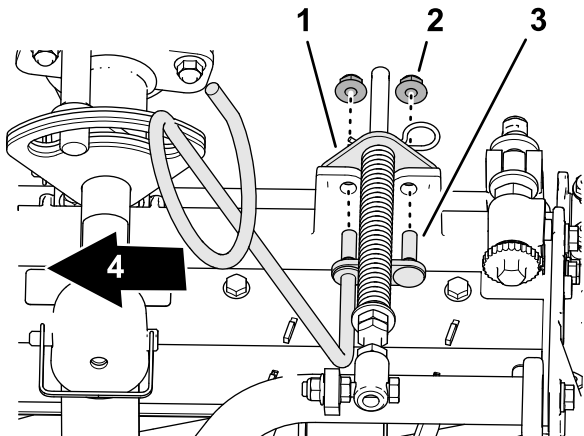

Рисунок 10
5. Совместите шпильки левой направляющей шланга с отверстиями в раме режущего блока и кронштейна компенсатора состояния грунта (Рисунок 10).